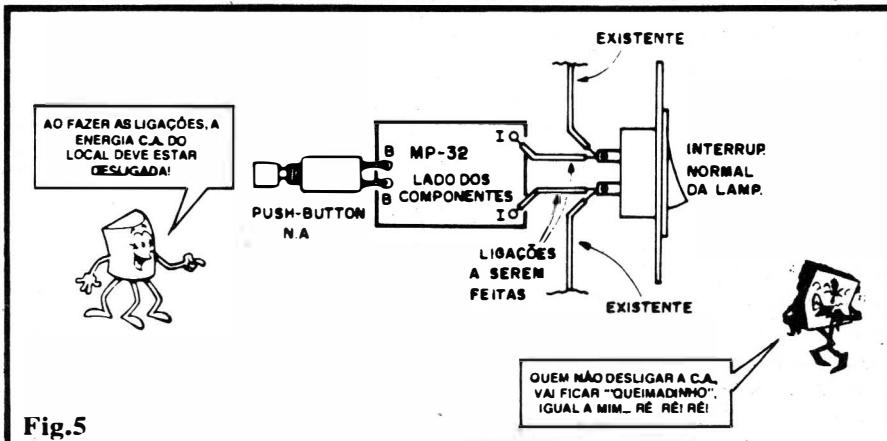

Fig.5
- FIG. 5 - OUTROS DETALHES COM O "DEDÔMETRO" - Sempre lembrando que a função básica de um provador de continuidade é "ver" se a eletricidade, em forma Contínua, "está passando ou não" por um condutor,
FIG. 5 - CONEXÕES EXTERNAS À PLACA - INSTALAÇÃO BÁSICA - Como são poucas (e simples) as ligações externas, aproveitamos a ilustração para já dar uma idéia também da instalação elétrica final da ITEC... No-
- 6-B - Com o sistema de ligação/fixação mostrado em 6-A, a placa do circuito (pequena e leve...) poderá, na instalação final, ser “sustentada” pelo próprio **push-button**, sem o menor problema! A figura mostra um perfil do conjunto, com o “pescoço” do **push-button** preso, (pela porca e rosca “residentes” no componente...) ao espelho do interruptor anexo, ficando a plaquinha da MP-32 (ITEC) suspensa e sustentada por tal conexão mecânica... Não esquecer das (não mostradas...) conexões entre os pontos I-I da placa e os terminais do interruptor anexo, conforme ilustra a fig. 5...
Durante toda a fase da instalação final do ITEC (figs. 5 e 6...), é absolutamente obrigatório que o setor da instalação elétrica local esteja desenergizado, por razões de segurança! O procedimento certo (e necessário...) é DESLIGAR A CHAVE GERAL da energia, ao promover a mostrada instalação, voltando a ligar a C.A. apenas depois de tudo devidamente efetivado. Convém ainda, para maior segurança futura da própria instalação, que o lado cobreado da placa de Circuito Impresso seja totalmente recoberto por fita isolante, tomando-se também o cuidado de não permitir o contato de nenhum terminal ou parte metálica presente no lado dos componentes, com qualquer outro ponto condutor da própria "caixa" do interruptor!